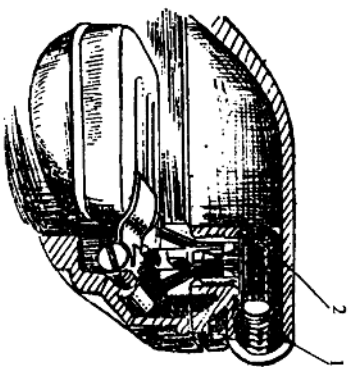

图 1-5 化油器进油滤网堵塞示意图
5. (图 1-5) 汽油滤清器或化油器油接头滤网被堵塞。汽油滤清器内污泥、积垢、杂质过多, 影响汽油顺利通过。油杯内的水分过多, 随同汽油混进化油器, 影响燃料的燃烧。